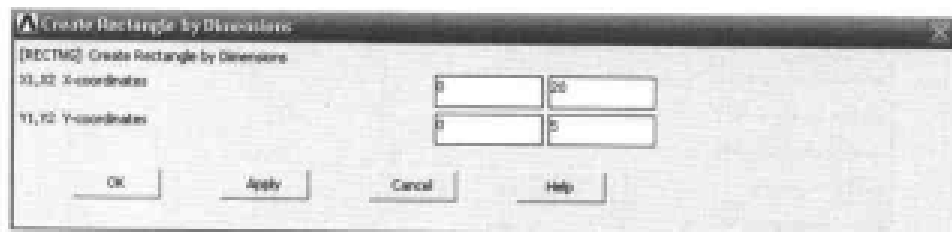

图 13-166 创建矩形面对话框
(1) 选择 Utility Menu | PlotCtrls | Numbering 命令，出现 Plot Numbering Controls 对话框，选择 LINE Line numbers 选项，使其状态从 Off 变为 On，单击 OK 按钮关闭该对话框。
(2) 选择 Main Menu | Preprocessor | Modeling | Create | Areas | Rectangle | By Dimensions 命令，出现 Create Rectangle by Dimensions 对话框，在 X1,X2 X-coordinates 文本框中分别输入 0、20，在 Y1,Y2 Y-coordinates 文本框中分别输入 0、5，如图 13-166 所示，单击 Apply 按钮，在 X1,X2 X-coordinates 文本框中分别输入 0.5，在 Y1,Y2 Y-coordinates 文本框中分别输入 5、10，单击 OK 按钮关闭该对话框。